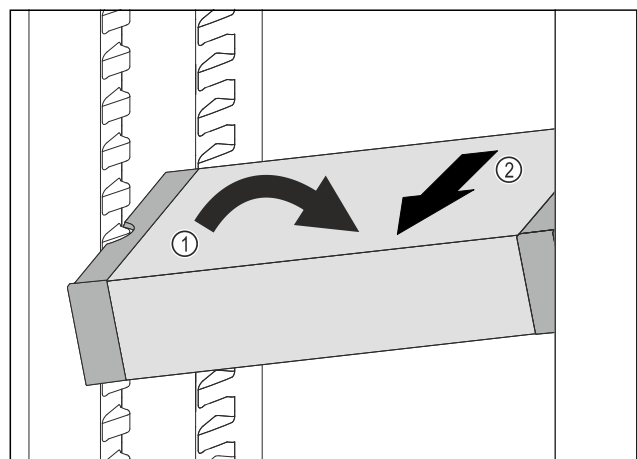

Fig. 143
- ▶ VarioSafe in het koelgedeelte schuin zetten. Fig. 143 (1)
- ▶ VarioSafe naar voren toe verwijderen. Fig. 143 (2)